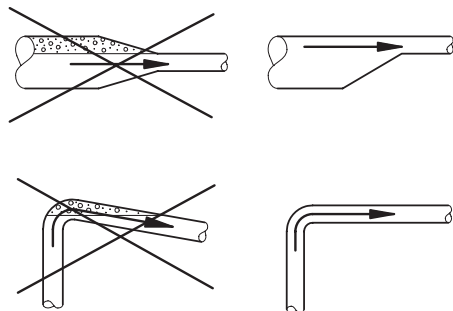

Рис. 4 Установка всасывающего трубопровода
- Оптимальным является такой монтаж установки, при котором она максимально близко установлена к источнику перекачиваемой жидкости. Установка JPD PT должна устанавливаться в горизонтальном положении. Внутренние диаметры трубопроводов не должны быть меньше диаметра патрубка насоса. Рекомендуется во всасывающей магистрали предусматривать установку обратного клапана. Всасывающий трубопровод должен быть установлен таким образом, чтобы исключить перегибы, образование воздушных карманов и любых других ограничивающих поступление воды факторов (см. рис. 4).